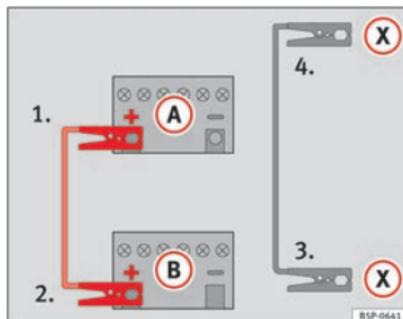

Abb. 163 Anschlussschema für Fahrzeuge mit Start-Stopp-System.
- **Bei Fahrzeugen mit Start-Stopp-Betrieb:** Klemmen Sie ein Ende des *schwarzen* Starthilfekabels \textcircled{X} an einen geeigneten Masseanschluss, ein massives, fest mit dem Motorblock verschraubtes Metallteil oder direkt an den Motorblock an \Rightarrow Abb. 163.